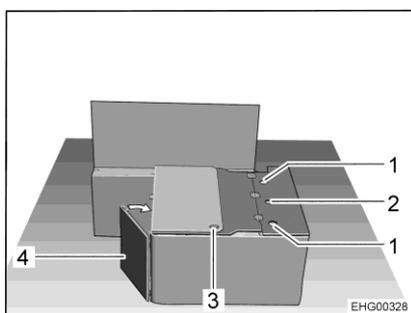

Fig. 21 Durante la trasformazione
- Ruotare la parete frontale della cassapanca (Fig. 21,4) in direzione della parete laterale.
- Tirare fuori la cintura di sicurezza con la fibbia attraverso l'apertura (Fig. 21,3) nel coperchio della cassapanca.
- Inserire lo schienale del sedile installabile nei supporti laterali (Fig. 21,1) e avvitare bene la vite della manopola nel supporto centrale (Fig. 21,2).